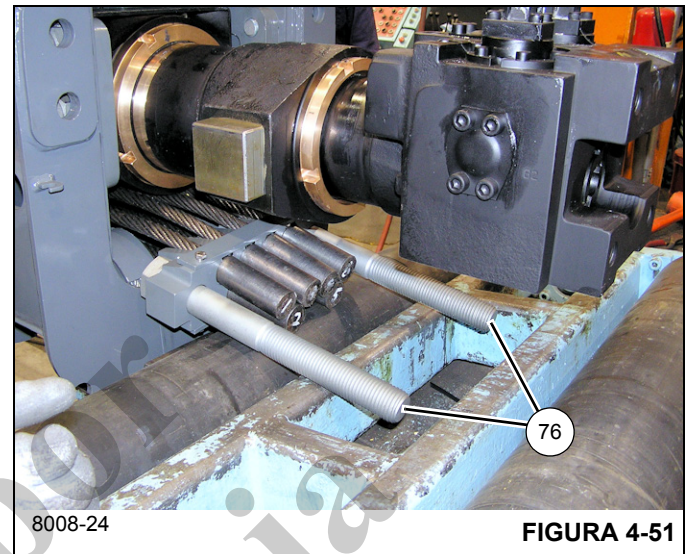

FIGURA 4-51
81. Instale los dos pernos (76) en la placa de anclaje (73) (vea la Figura 4-51).